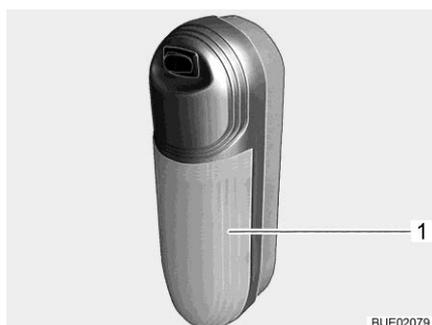

Fig. 167 Luminaire apparent
- Tirer légèrement sur le couvercle transparent (Fig. 167,1) de l'interrupteur et le retirer.